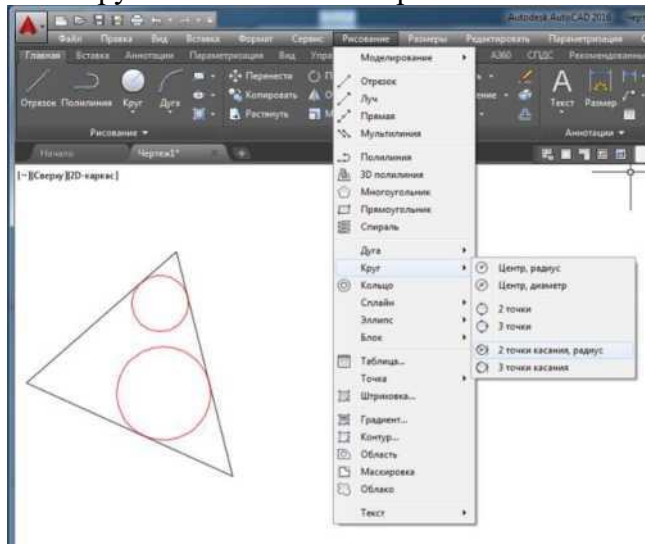

Рис.3
4.5. Построение окружности заданного радиуса, касательно двум прямым (рис.3).
Аналогично постройте согласно (рис.3) окружность радиусом 25. Следует отметить, что окружность можно построить касательно к любым объектам.